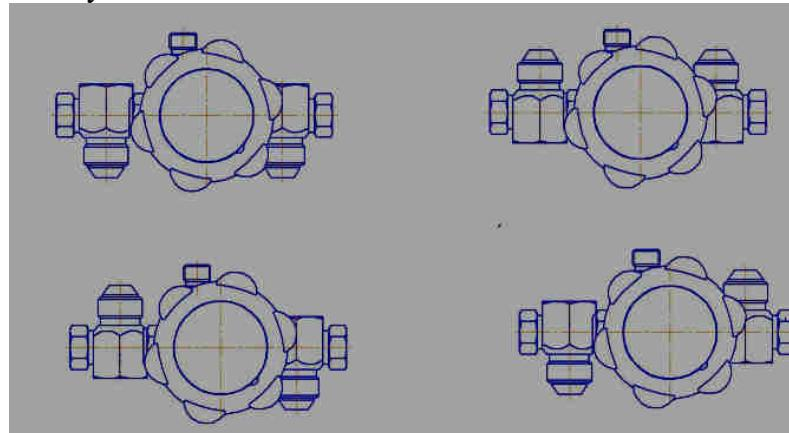

Рис.2 Варианты взаимного расположения входных и выходных штуцеров клапана К-1412-16 DN8
4.3 Направление входных и выходных штуцеров можно изменять, как показано на рис.2.